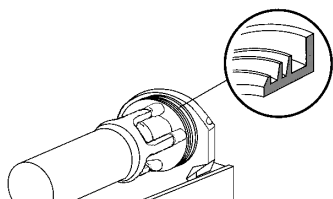

figura 13
- 2 Lubricar el pistón grifo, el rascador interior (en los puntos A, B y C indicados en la figura 13) utilizando solamente la grasa suministrada por el fabricante u otra grasa para uso alimenticio.
- 4 Volver a montar en su alojamiento la junta del contenedor. NOTA: El borde de mayor diámetro debe ser apoyado en la pared posterior (ver figura 13).